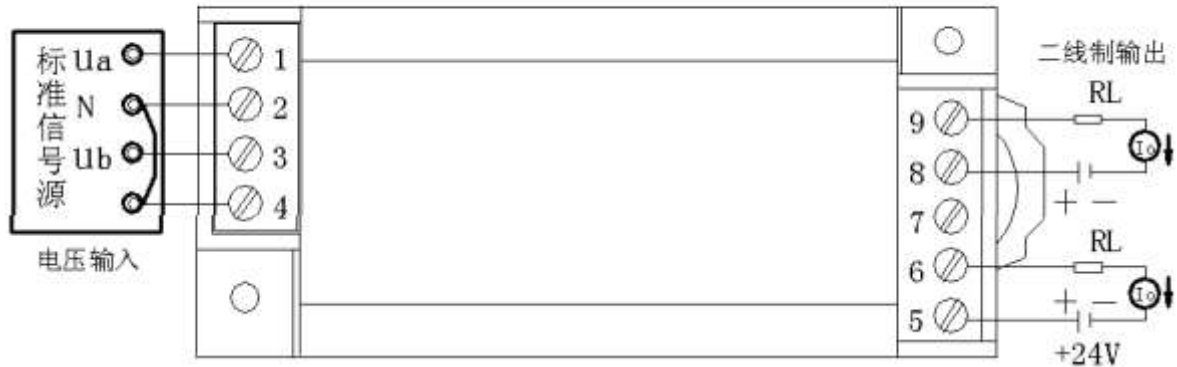

图 4、电流输出产品精度试验接线图
- ① 把变送器固定卡槽一侧勾在安装导轨上;
- ② 向下牵动弹簧销;
- ③ 使变送器卡口套在安装导轨上;
- ④ 松开弹簧销, 变送器卡在安装导轨上。
- ① 按图 4 所示的螺孔位置在固定板上打直径为 3mm 孔;
- ② 使用 $\Phi 3$ 的螺钉插入孔中固定。